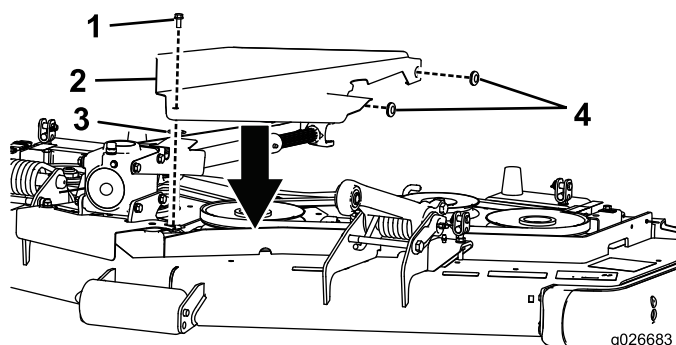

Figure 9
1. Insérez une bague dans chaque trou latéral du couvercle intérieur (Figure 9).
2. Montez la vis à embase hexagonale et l'écrou poussoir sur le couvercle intérieur (Figure 9).
3. Accrochez le côté du couvercle intérieur aux goupilles du plateau tout en fixant l'extrémité du couvercle à l'écrou de retenue de la protection de poulie au moyen de la vis à embase hexagonale montée précédemment (Figure 9).